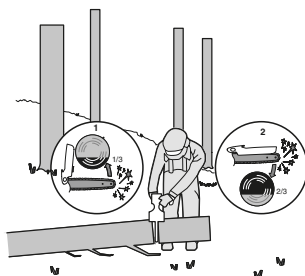

Bild 3
När stocken stöttas i ena änden, så som visas på bild 3, såga in 1/3 diameter från undersidan (kapning från undersidan) (1). Avsluta med att kapa från ovsidan för att möta det första snittet (2).